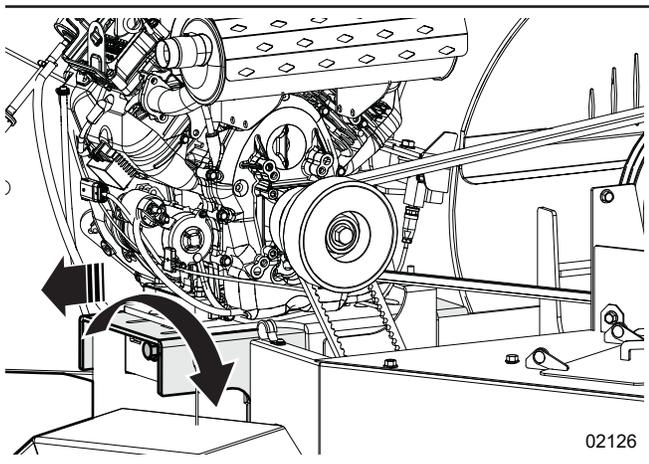

Figure 51 – Boulon de tension de la courroie d'entraînement du rotor - sens horaire
- Dans le sens horaire pour augmenter la tension sur la courroie d'entraînement. Consultez la Figure 51 à la page 71.